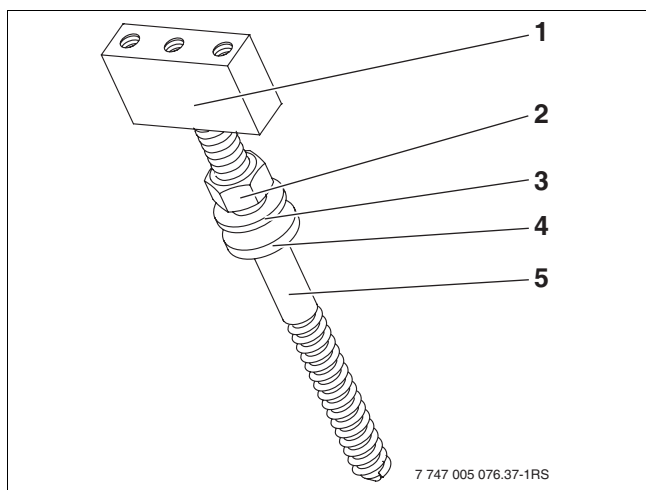
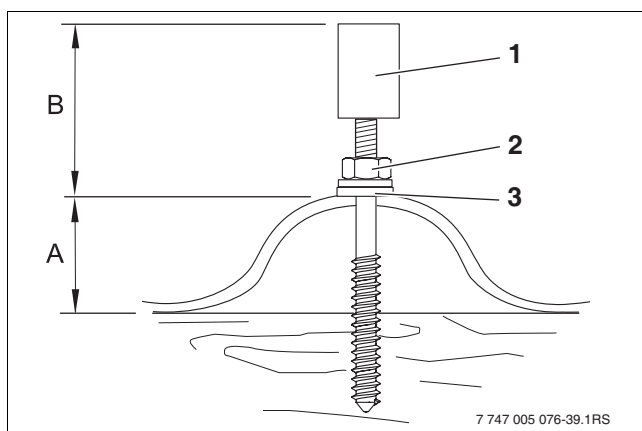

Bild 37 Reihenfolge Stockschrauben-Montage
Bild 38 Montierte Stockschraube
- ▶ Beim Montieren der Stockschraben die Reihenfolge der einzelnen Teile beachten (→ Bild 37).
- ▶ Haltebock (Bild 37, [1]) bis zum Anschlag auf die Stockschraube (Bild 37, [5]) drehen.
Beim Eindrehen der Stockschrauben darauf achten, dass die Abstände (→ Tab. 12, Bild 38) bei allen Stockschrauben gleich sind.
- Die Mutter (Bild 37, [2]) so weit festdrehen, bis die Dichtscheibe (Bild 38, [3]) vollständig auf dem Dach aufliegt.